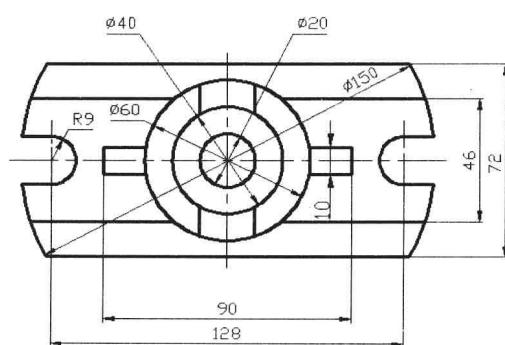

图 11-2-20
(1) 单击“视图”选项卡，在“选项板”面板中，单击“图层特性”按钮 \square ，打开“图层特性管理器”选项板，双击“平面图标标注”图层，即将其设置为当前图层。关闭“图层特性管理器”选项板。
(2) 单击“视图”选项卡，在“视图”面板中，单击“俯视”，将当前的西南等轴测视图改为俯视观察视点。
(3) 单击“注释”选项卡，在“标注”面板右侧单击“标注样式”按钮 \square ，打开“标注样式管理器”，单击“修改”按钮，在打开的“修改标注样式”对话框中，单击“符号和箭头”选项卡，设置箭头类型为“实心闭合”，箭头大小为4，标记大小为50。
(4) 单击“文字”选项卡，设置文字高度为4，尺寸线偏移为2，文字对齐为“ISO标准”。
(5) 单击“调整”选项卡，调整选项为“文字”。单击“确定”按钮，单击“关闭”按钮。
(6) 在“标注”面板，单击“线性标注”按钮 \square ，捕捉并单击圆弧的圆心标注出尺寸。用同样的方法标注出其他线性尺寸。
(7) 单击“直径”按钮 \odot ，捕捉并单击圆，标注出直径尺寸。
(8) 单击“半径”按钮 \circledcirc ，单击圆弧标注出半径尺寸。
(9) 单击“圆心标记”按钮 \oplus ，单击圆，标注出圆心标记。用同样的方法标注出圆弧的圆心标记。
(10) 在标注工具栏中单击“编辑标注文字”按钮 Δ ，或者在命令行输入“dimtedit”，按Enter键，单击标注上的直径文字150，拖至新的位置，标注的最终效果如图11-2-20所示。